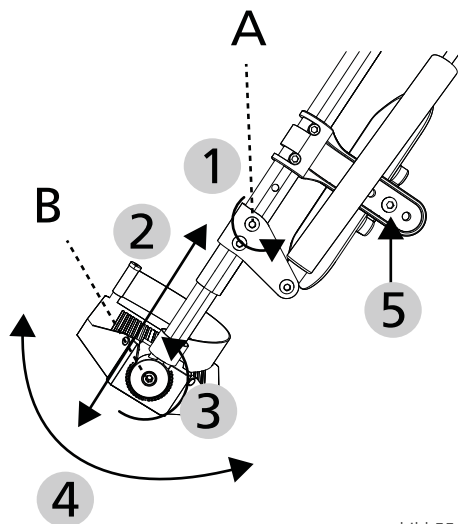

bild 55
Först måste vadsstödsdynan monteras med hjälp av bifogad insexskruv (5 mm) och mutter. Sätt fast förskruvningen i tredje fästhållet på vadsstödsdynans hållare (se pil 5 i bild 55 på sidan 44).
1. Lossa insexskruven (4 mm, pos. A i bild 55) några varv (pil 1 i bild 55) när lårlängden ska justeras. Skruven ska dock inte lossas helt.
2. Flytta (dra eller skjut) fotstödet till önskat läge (pil 2 i bild 55). Tänk på att avståndet mellan fotstöd och mark ska vara minst 40 mm. Det finns måttstreck på röret som indikerar hur långt ut fotstödet kan dras maximalt (och minst).
3. Avsluta justeringsarbetet med att dra åt skruven (pos. A i bild 55). Observera att låsskruven därvid greppar i den inre infästningssliden.
1. Lossa insexskruven (5 mm, pos. B, pil 3 i bild 55).
3. Sätt tillbaka fotstödet i önskat vinkelläge (pil 4 i bild 55).